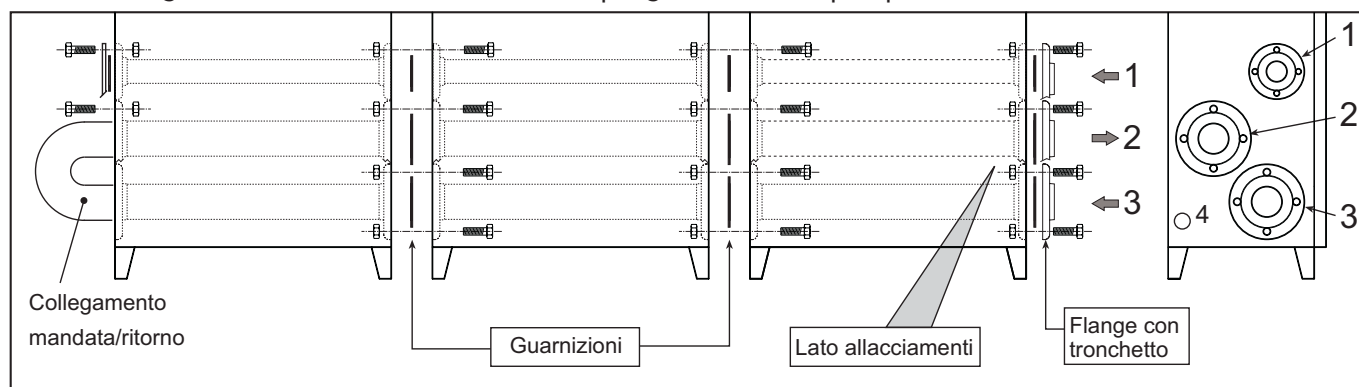

fig. 6b
- Sull'ultimo modulo collegare la mandata al ritorno (vedi fig. 6b).